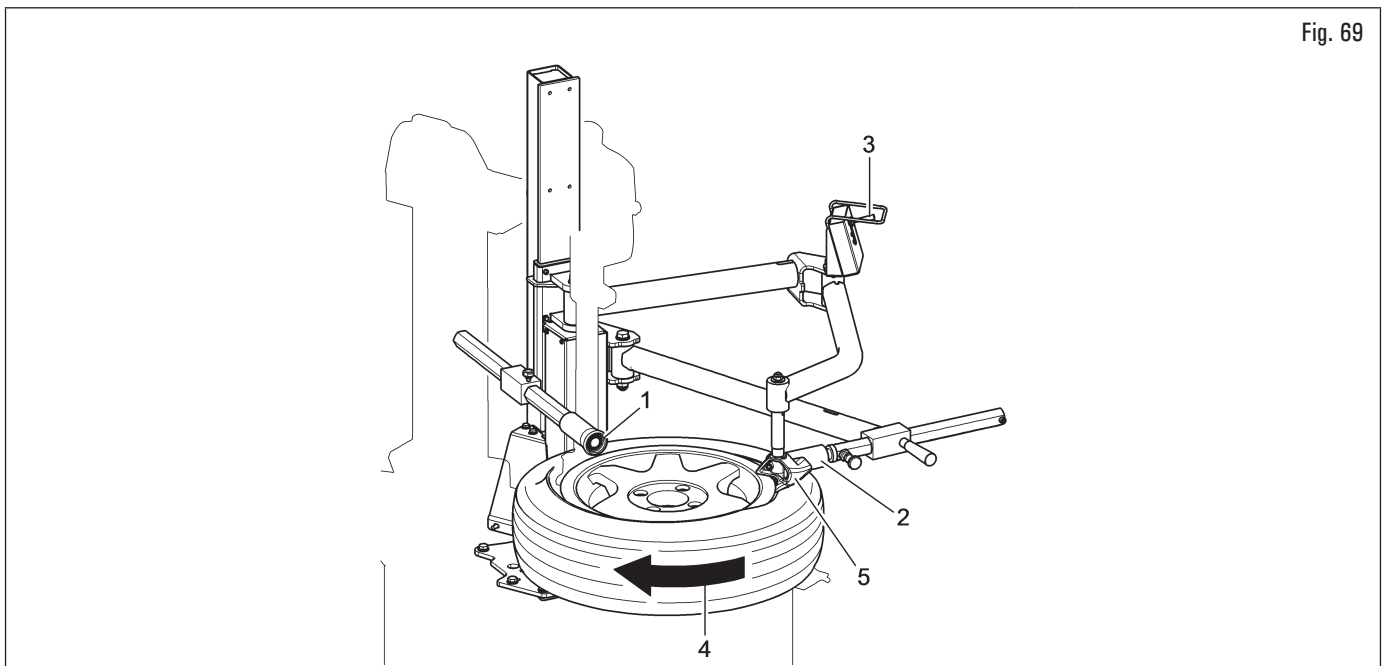

Fig. 69
4. positionner le rouleau presseur (Fig. 69 réf. 1) radialement par rapport à la jante et en même temps positionner le rouleau pousse-talon (Fig. 69 réf. 2) (pour les modèles avec bras latéral supplémentaire avec rouleau cylindrique), comme indiqué sur la figure. Puis positionner l'outil cale (Fig. 69 réf. 5) sur le talon de sorte que le maintienne dans la base de la jante pendant les opérations suivantes ;
5. baisser le rouleau presseur (Fig. 69 réf. 1) et le rouleau pousse-talon (Fig. 69 réf. 2), en abaissant le relatif levier de l'unité de commande (Fig. 69 réf. 3), jusqu'à le talon du pneu soit en face du creux de la jante ;
6. commencer la rotation dans le sens des aiguilles d'une montre du mandrin (Fig. 69 réf. 4) au moyen de la pédale de commande appropriée et compléter le montage du talon ;
7. soulever le dispositif en levant le relatif levier de l'unité de commande (Fig. 69 réf. 3) et porter les rouleaux dans la position de repos.